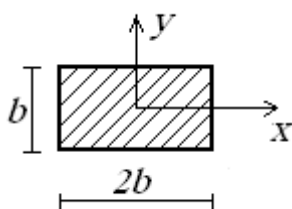

Рисунок 10- Сечение.
4. Определяем радиусы инерции сечения (рис.10)